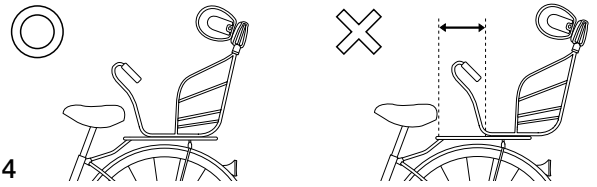

図4
②チャイルドシート本体をリアキャリアに組み付ける
1. チャイルドシート本体をリアキャリアの上に乗せます。(図4)
チャイルドシートをリアキャリアの後方に組み付けしないでください。破損の危険や重心が不安定になる恐れがあります。必ずサドル側に近付けて組み付けてください。(図4)